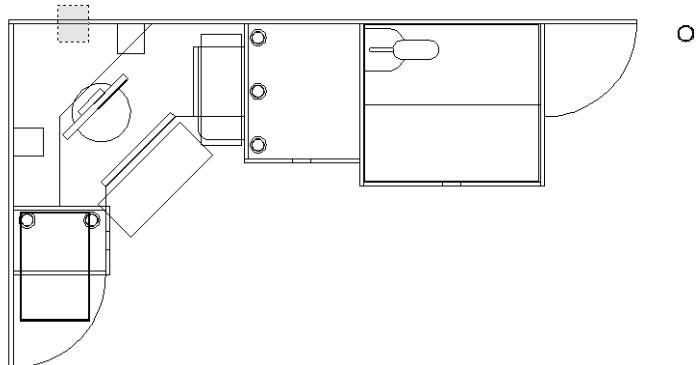

Рис. 6.12 ▼ Для выделения обоих горизонтальных линий задней стенки используется пересекающая рамка
1. С помощью пересекающей рамки (рис. 6.12) выделите две горизонтальные линии, контура задней боковой стенки рабочей зоны.